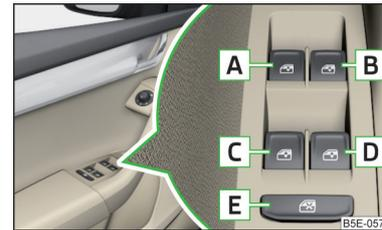

Abb. 48
Tasten der Fensterheber » Abb. 48
› Die Taste **E** » Abb. 48 drücken.
Nach dem Öffnen der Fahrer- oder Beifahrertür ist die Bedienung der Fenster nur über die Taste **A** » Abb. 48 möglich, indem diese für ca. 2 s gedrückt bzw. gezogen wird.
- Die Zündung ausschalten, die Fahrertür öffnen und die Taste **A** bis zum Anschlag in der Öffnungsstellung halten » **Abb. 48 auf Seite 63.**
- Die Zündung ausschalten, die Fahrertür öffnen und die Taste **A** bis zum Anschlag in der Schließstellung halten » **Abb. 48 auf Seite 63.**